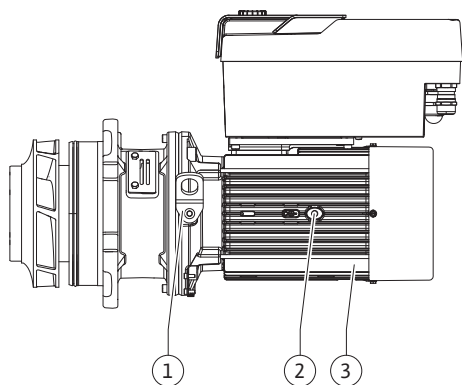

Fig. 108: Utični komplet
13. Uvedite utični komplet (vidi Fig. 108) u kućište pumpe u starom ili nekom drugom željenom kutnom položaju. Pritom se pridržavajte dopuštenih položaja ugradnje dijelova (vidi poglavlje „Dopušteni položaji ugradnje i promjene u rasporedu dijelova prije instalacije“ [► 20]).